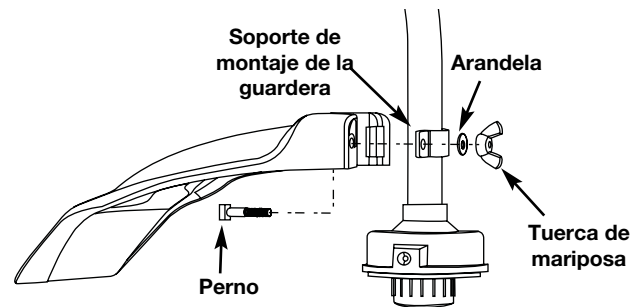

Fig. 18
2. Desde el interior del protector del accesorio de corte, empuje el perno cuadrado a través del orificio hasta que el extremo con roscas sobresalga a través del soporte de montaje de la guardera (Fig. 18).